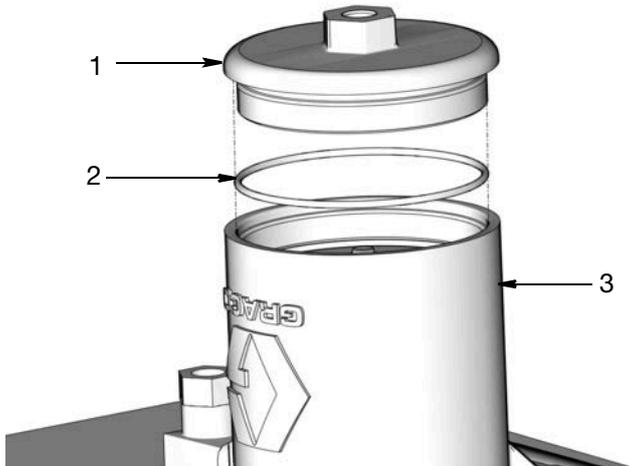

FIG. 22
19. Retire la tapa (1), la junta tórica de la tapa (2) y el muelle (6). Deseche la junta tórica según la normativa para una eliminación adecuada (FIG. 22).